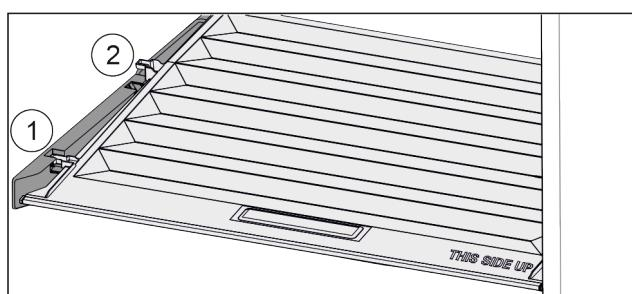

Fig. 107
- ▶ Кришку до отвору в деталях для підтримки потягнути вперед Fig. 107 (1).
- ▶ Підняти ззаду знізу та вийняти Fig. 107 (2) вгору.